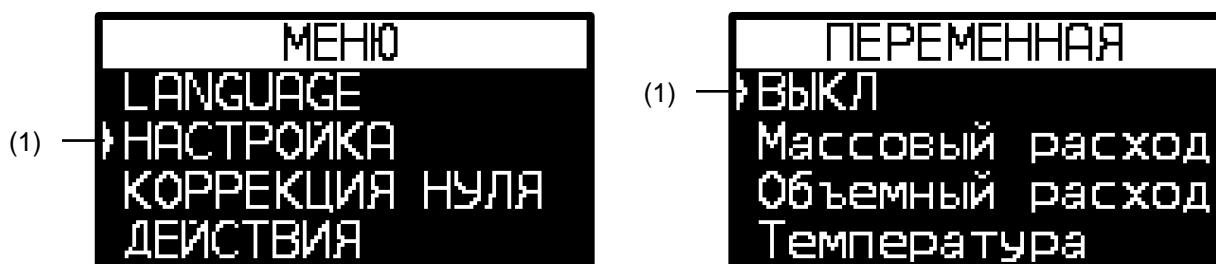

Рисунок 6.6. Навигация по меню.
С помощью кнопки **ВНИЗ** выполняется перемещение по пунктам меню/параметрам. Перемещение по пунктам меню происходит циклично: с последнего пункта осуществляется переход на первый. Одновременно на экране отображается заголовок и не более 4-х пунктов меню. Выбранный пункт выделяется курсором **▄**, см. **Рисунок 6.6**, позиция (1).